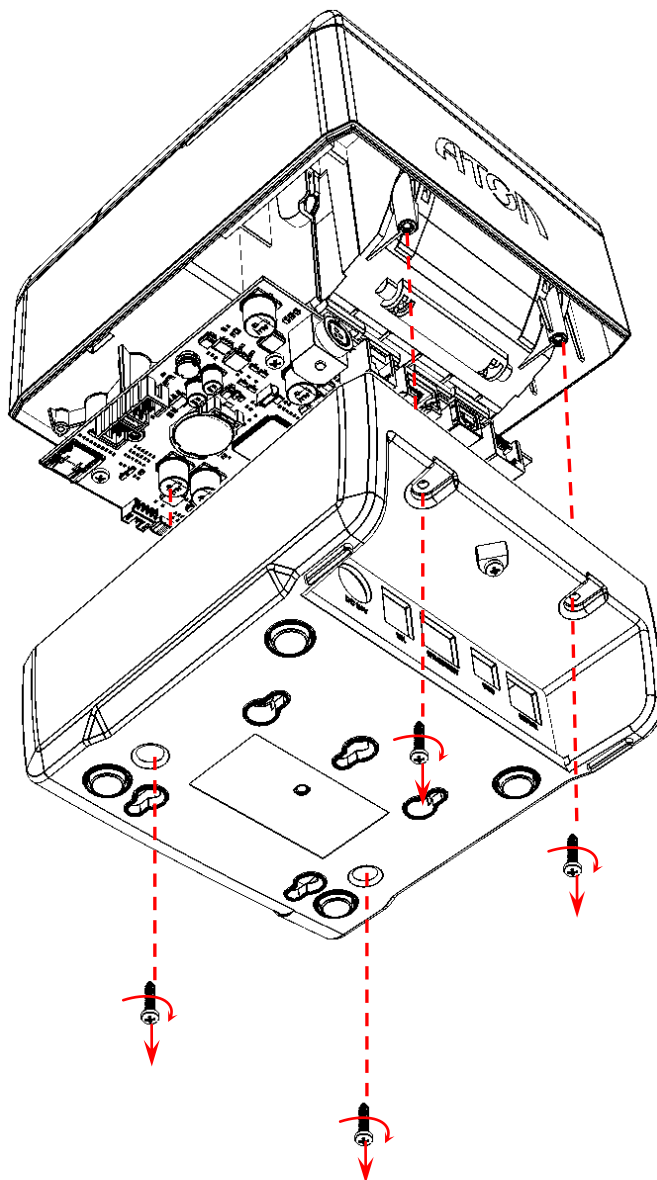

Рисунок 10. Отделение нижней части корпуса ККТ
2. Отделить нижнюю часть корпуса от верхней части (смотрите рисунок 10), предварительно открутив винты крепления.